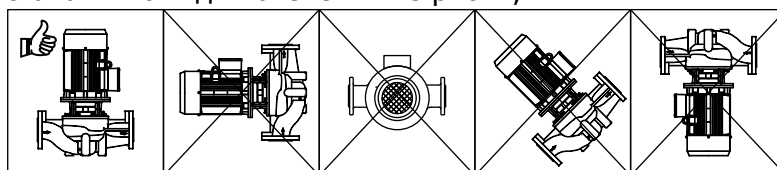

Рис. 1
- Насос нельзя устанавливать двигателем вниз рис. 1;